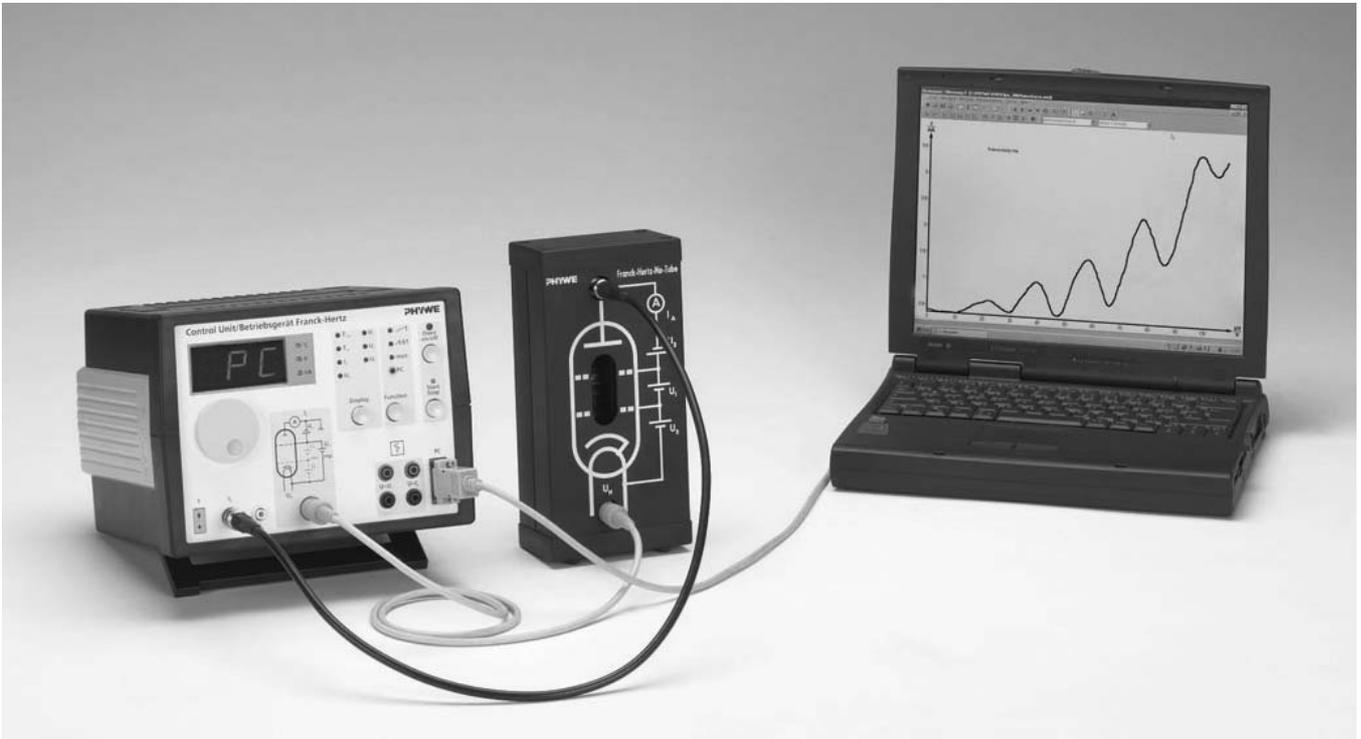

Abb.: 7 Komplett Experiment Franck-Hertz mit Neon-Röhre und direktem Anschluss an PC
A) Komponenten (wie in 3.2 beschrieben) verbinden (siehe Abb. 7). Mittels Netzschalter Betriebsgerät einschalten. Mit dem Tastschalter (3) "PC" einstellen.